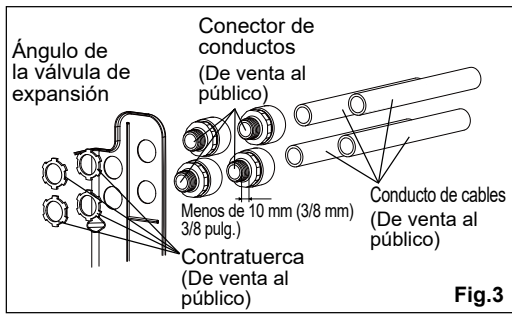

Fig.3
- (3) Fije el conector de conductos al ángulo de la válvula de expansión con la contratuerca. (Fig. 3)